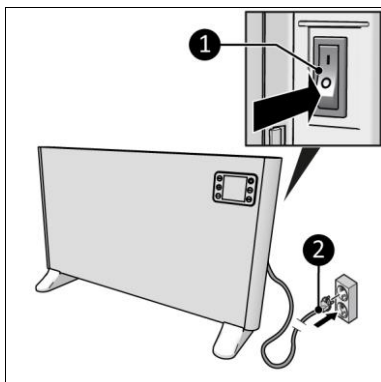

Figure 15
2. Assurez-vous que l'interrupteur ON/OFF est en position OFF (Figure 15, pos. 1).
3. Insérez la fiche d'alimentation (Figure 15, pos. 2) dans une prise murale reliée à la terre et facilement accessible. Utilisez une prise murale mise à la terre d'une puissance minimale de 2500 watts.